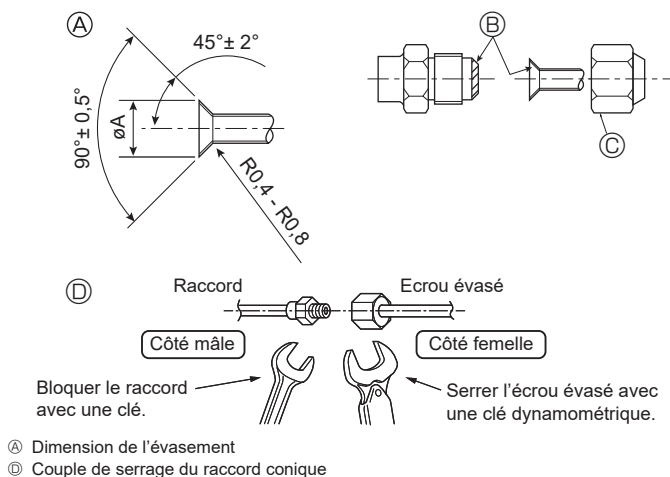

Fig. 4-6
(A) (Fig. 4-6)
(D) (Fig. 4-6)
4.4. Connexion des tuyaux (Fig. 4-6)
- Appliquer un film mince d'huile réfrigérante sur la surface du tuyau et du support du joint avant de serrer l'écrou évasé. (A)
- Appliquer de l'huile réfrigérante sur toute la surface évasée du fond. (B)
- Utiliser les écrous évasés correspondant aux tailles de tuyaux suivantes. (C)
- Utilisez 2 clés pour serrer les raccords des tuyaux. (D)